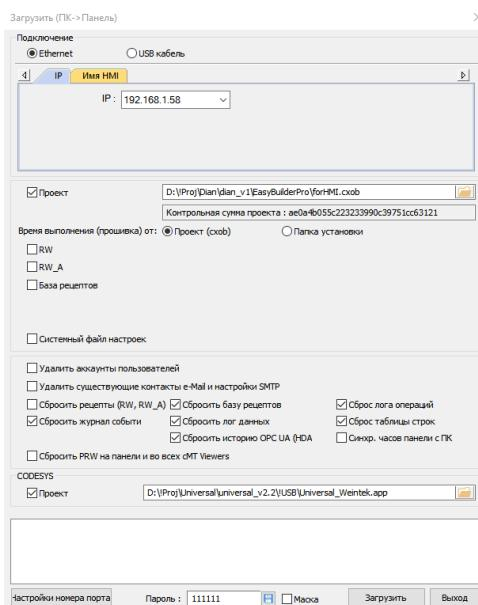

Рисунок 4.12 – Окно «Загрузить (ПК-&gt;Панель)» ПО Utility Manger
4. В окне «Загрузка/Выгрузка» нажать на кнопку «Загрузка». В окне «Загрузить (ПК->Панель)» (рисунок 4.12) выбрать способ подключения к панели оператора – с использованием Ethernet-кабеля или USB-кабеля.